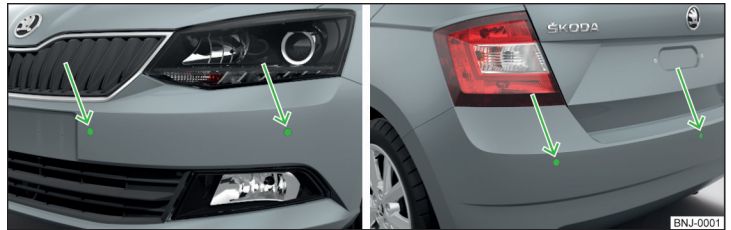

Abb. 124 Einbauort der Sensoren: vorn/hinten
- Die Systemsensoren » Abb. 124 auf Seite 120 sauber, schnee- sowie eisfrei halten und mit keinerlei Gegenständen abdecken, anderenfalls kann die Systemfunktion eingeschränkt sein.
Das System berechnet mithilfe von Ultraschallwellen den Abstand zwischen dem Stoßfänger und einem Hindernis. Die Ultraschallsensoren befinden sich je nach Fahrzeugausstattung im hinteren bzw. auch im vorderen Stoßfänger » Abb. 124.